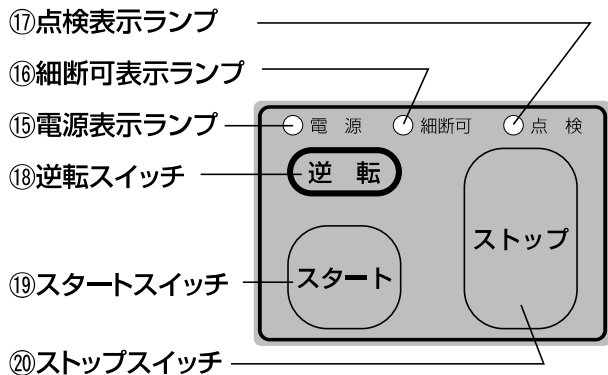

図4 操作パネル部拡大図
- 2.スタートスイッチ⑱を押して、電源表示ランプ⑮ と細断可表示ランプ⑯が点灯していることを、確認してください。**P9 図4 参照**